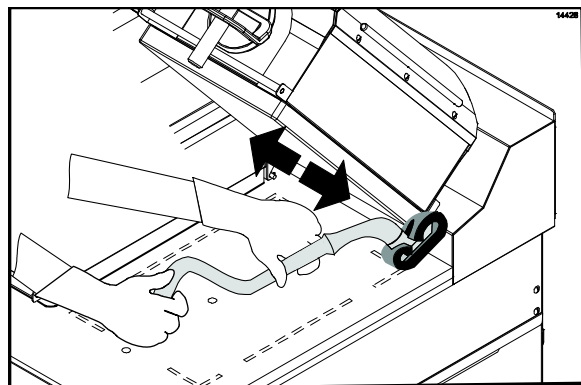

Рисунок 43
25. Очистите задние части верхних плит начиная с правой верхней плиты (двигаясь к левой верхней плите). (См. рис. 43)